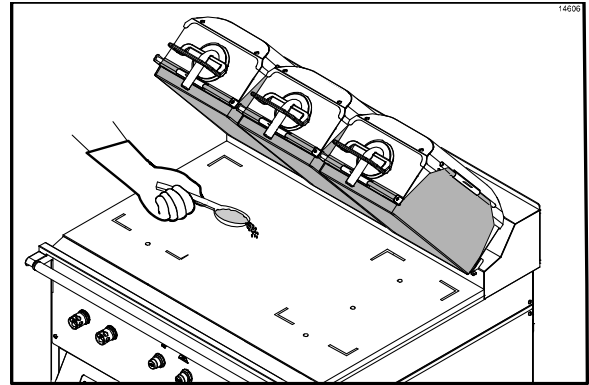

图 14
5. 用一只圣代勺，在3英尺(1米)热煎烤面上撒上两平勺豆脂黏附片，让黏附片融化。(请见图 14)